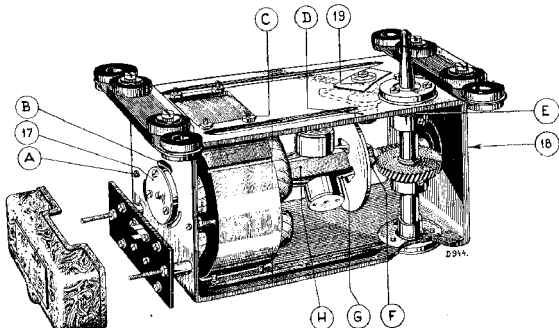

Fig. 11
Voor reparaties aan dit onderdeel is een eerste vereischte, dat de monteur voldoende bekwaamheid bezit om het werk tot een goed einde te brengen. Voor het losnemen van de motor (fig. 11) is het
1. Een der reguleerzeertjes (G, fig. 11) is gebroken.
Men maakt het aansluitplaatje los. Aan die zijde zijn de 3 uitsparingen in het frame gemaakt voor het inbrengen van voelertjes (zie fig. 11 pos. B). De hoofdas wordt provisorisch in de lagers losvast gemonteerd, waarbij de drukplaatjes aan beide zijden voorloopig worden achterwege gelaten.